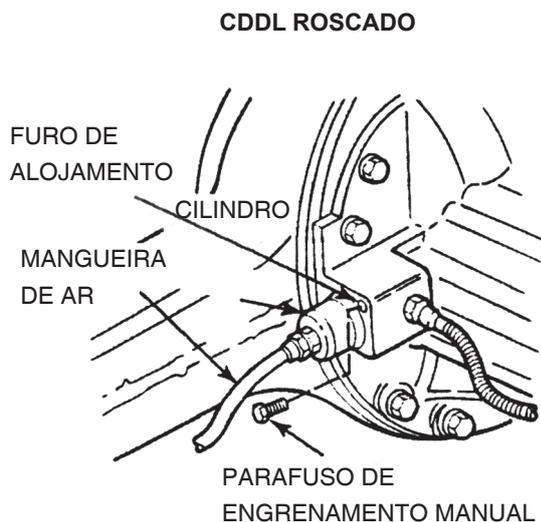

Figura 110
Se uma linha de ar não estiver disponível ou o conjunto do diferencial estiver estocado para uso posterior, use este método de engrenamento manual para o DCDL. Figura 110 e Figura 111.
8. Remova o parafuso de engrenamento manual do seu furo de alojamento na tampa do cilindro fixado por parafusos ou na caixa do mecanismo com cilindro fixado por rosca. Figura 110 e Figura 111.